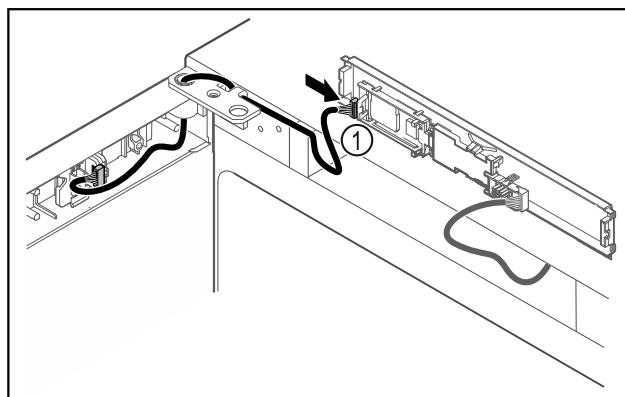

Fig. 43
- Включете щекера Fig. 43 (1) на платката.